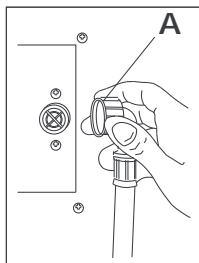

fig. 6
• Brancher le tuyau d'alimentation de l'eau au raccord de G 3/4" du four en vissant le raccord (A - fig. 6). Interposer dans le circuit un filtre mécanique approprié et un robinet d'interception.